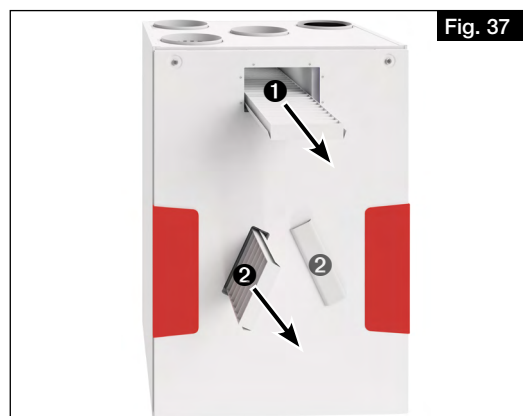

Fig. 37
2. Retirer le filtre air extérieur **1** vers l'avant et le remplacer (voir Fig. 37).
3. Retirer avec précaution le couvercle du filtre (partie en plastique). Retirer le filtre air extrait **2** vers l'avant et le remplacer (voir Fig. 37).